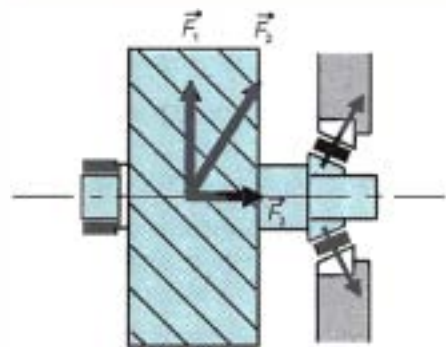

Figure 3.7 • Répartition des poussées axiales sur roulement à contact oblique.
- Montage des arbres sur roulements à billes à contact ou à rouleaux coniques montés en opposition (figure 3.7).